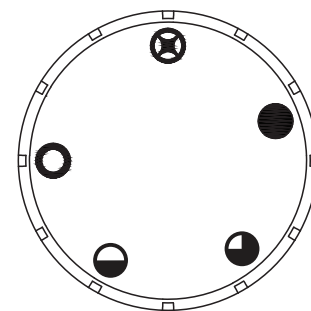

Fig. 22a
3. Presione la perilla de control suavemente y gírela  hacia la derecha a la posición "OFF" . (Ver Fig. 22a)